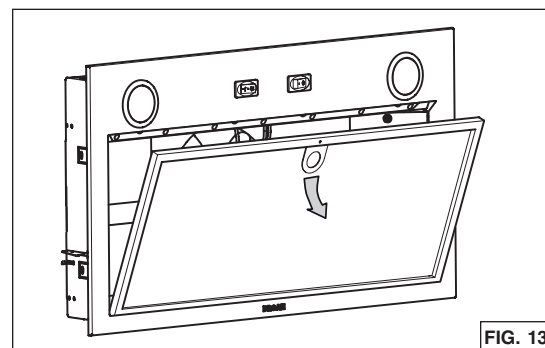

FIG. 13
2. Retirer le(s) filtre(s) à graisses en tirant sur la languette et en le(s) basculant vers le bas (FIG. 13). Mettre de côté le(s) filtre(s).